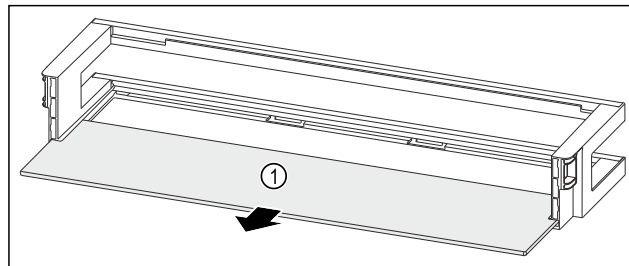

Fig. 64 Дверная полка со съемной полкой
- ▶ Извлеките съемную полку Fig. 64 (1).